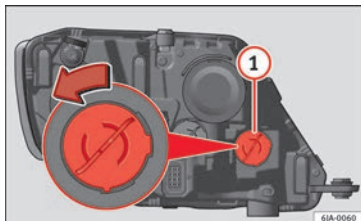

Fig. 94 Substituição da lâmpada das luzes indicadoras de mudança de direção.
- Rode o porta-lâmpadas » **Fig. 94** ① para a esquerda e retire-o.